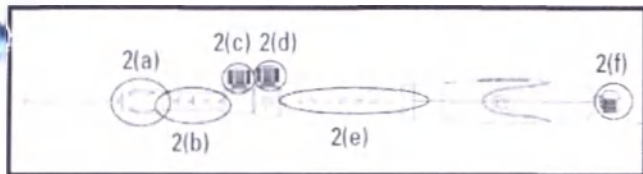

Рисунок 2.
2. Убедитесь, что игла полностью убрана, и фиксатор для регулировки длины иглы (рисунок 2(d)) установлен в нулевом положении (рисунок 2(e)).
3. Установите необходимую длину интродьюсера относительно длины эхоэндоскопа. Используя фиксатор для регулировки длины интродьюсера (рисунок 2(c)), установите желаемую длину интродьюсера и зафиксируйте ее. Поверните фиксатор для регулировки длины интродьюсера по часовой стрелке для фиксации интродьюсера. Дистальный конец интродьюсера должен визуализироваться на эндоскопическом изображении.
Примечание: Цифры и отметки на указателе длины интродьюсера (рисунок 2(b)) предназначены только для информации.
6. Продолжайте продвижение изделия до тех пор, пока оно не выйдет из эхоэндоскопа, и на эндоскопическом изображении не будет виден интродьюсер. Затяните крепление Люэра (рисунок 2(a)), повернув его по часовой стрелке, чтобы прикрепить изделие к порту рабочего канала эхоэндоскопа.
Примечание: Если требуется отрегулировать длину интродьюсера, ослабьте фиксатор для регулировки длины интродьюсера (рисунок 2(c)) и переустановите его на нужную отметку.
8. Отрегулируйте длину иглы до желаемого положения с помощью фиксатора для регулировки длины иглы (рисунок 2(d)). Для контроля глубины проникновения иглы в целевой участок ослабьте фиксатор для регулировки длины иглы, повернув его против часовой стрелки. Совместите фиксатор для регулировки длины иглы с нужной отметкой на указателе длины иглы рукоятки. Зафиксируйте положение иглы, повернув фиксатор для регулировки длины иглы по часовой стрелке.
Примечание: Цифры на указателе длины иглы (рисунок 2(e)) предназначены только для информации. Цифры указывают длину иглы (в сантиметрах) в прямом положении изделия.
10. Извлеките стилет (рисунок 2(f)) из аспирационного порта изделия, осторожно ослабив его и вытащив из рукоятки изделия.
Примечание: Стиллет можно свернуть в кольцо и закрепить с помощью механизма клипсы на колпачке стилета (рисунок 2(f)). Стиллет необходимо оставить для дополнительного прохождения иглы в ходе той же процедуры.
12. Подсоедините поставленный шприц к аспирационному порту (рисунок 2(f)) на рукоятке изделия.